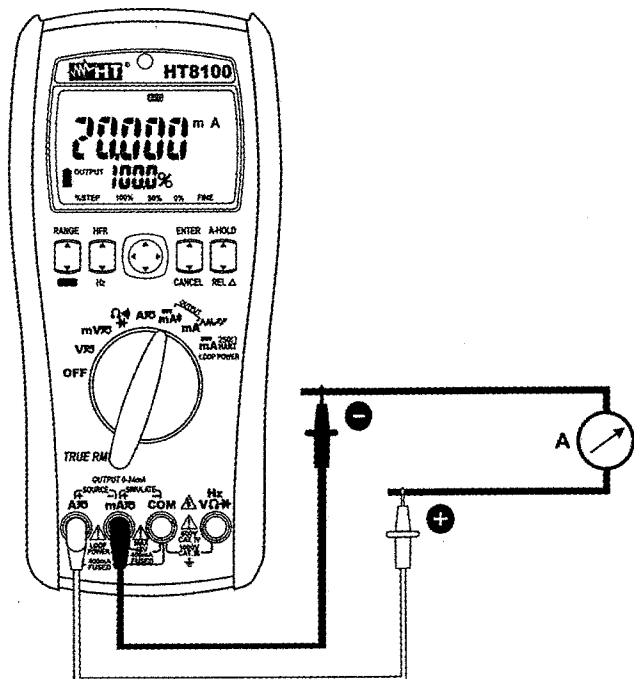

Abb. 8: Verwendung des Gerätes für Gleichstromerzeugung
5. Stellen Sie die rote Messleitung und die schwarze Messleitung in die Punkte mit positivem und negativem Potenzial des externen passiven Gerätes, das versorgt werden muss (siehe Abb. 8).